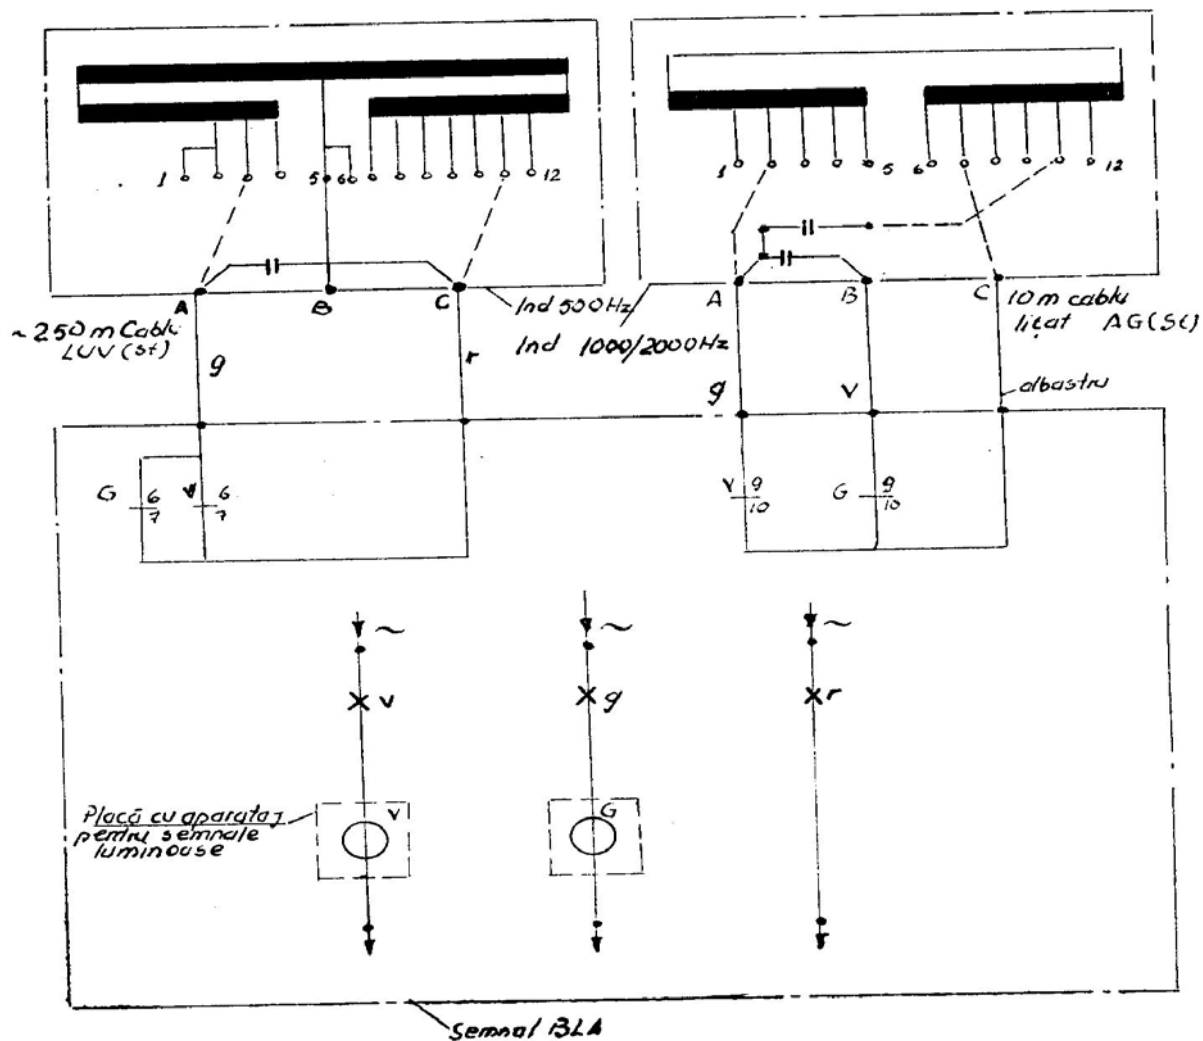

Fig. 57 Schema electrică și conectarea la semnalul de bloc pe secții cu B.L.A. în curent alternativ de 75 Hz
e) Semnalul de bloc pe secții cu B.L.A. în curent alternativ de 75 Hz echipat cu inductoare de cale de 1 000/2 000 și de 500 Hz (Fig. 57).